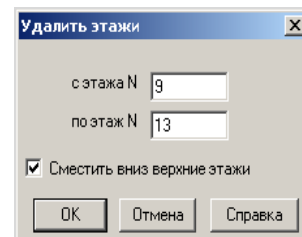

Рис.10.1.1. Окно диалога **Удалить этажи**
- В открывшемся окне диалога **Удалить этажи** (рис.10.1.1) выполните следующие действия: